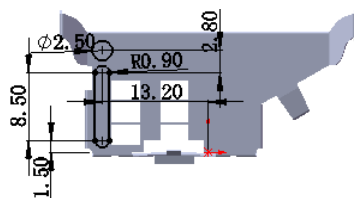

图 6.79 横断面草图
② 定义横断面草图。在草图环境中绘制图 6.79 所示的横断面草图。
(3) 定义切除深度属性。在“切除—拉伸”对话框的 **方向 1** 区域中选中 ☒ **与厚度相等(L)** 复选框与 ☒ **正交切除(N)** 复选框。
(4) 单击 按钮，完成切除—拉伸 7 的创建。